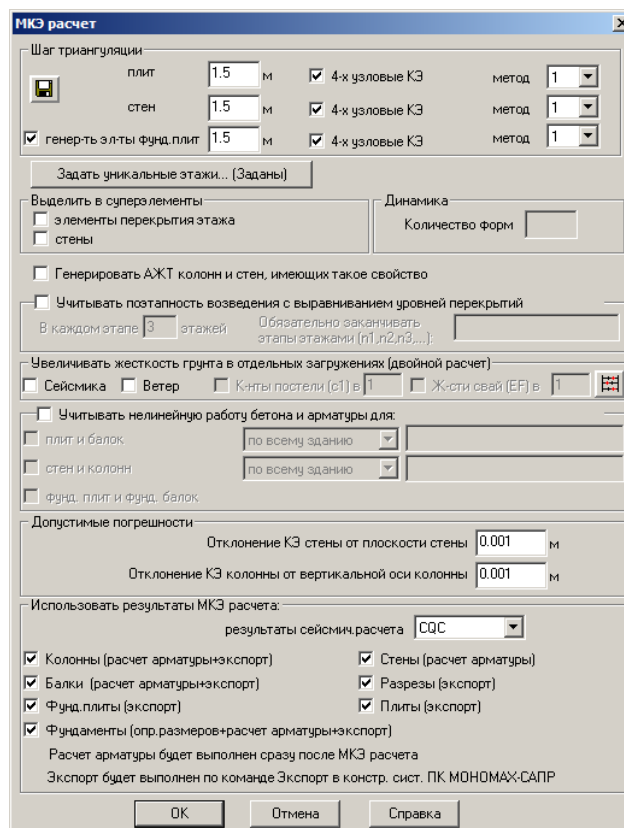

Рис.10.3.1. Окно диалога МКЭ расчет
- В открывшемся окне диалога **МКЭ расчет** (рис. 10.3.1) задайте следующие параметры: